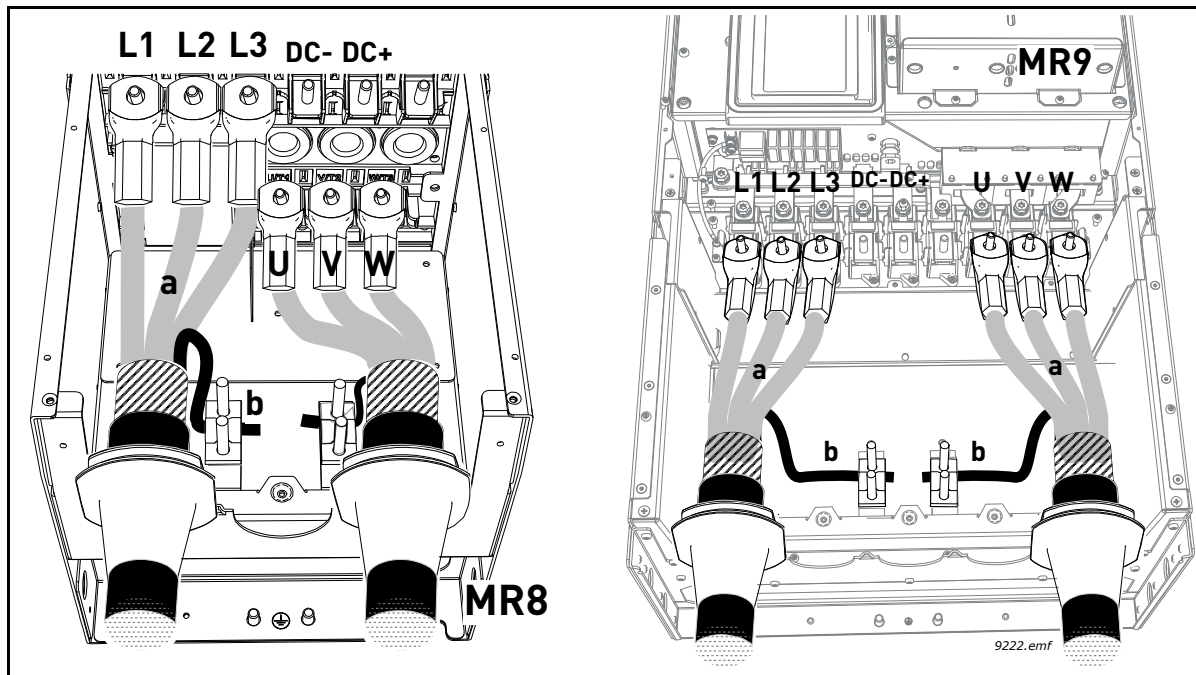

Figure 34.
- Torsadez le reste du blindage des autres câbles pour les raccorder à la terre avec les colliers fournis dans la *trousse d'accessoires*, comme illustré à la Figure 34 (b).